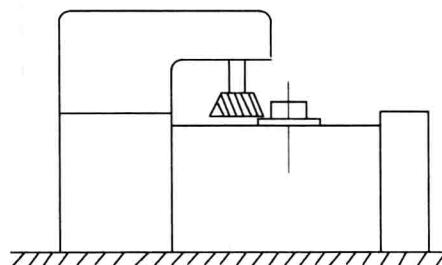

图 1-2 插床示意图
**【例 2】** 安装一台插床，本体安装，机重 6t，如图 1-2 所示，计算其相关工程量。